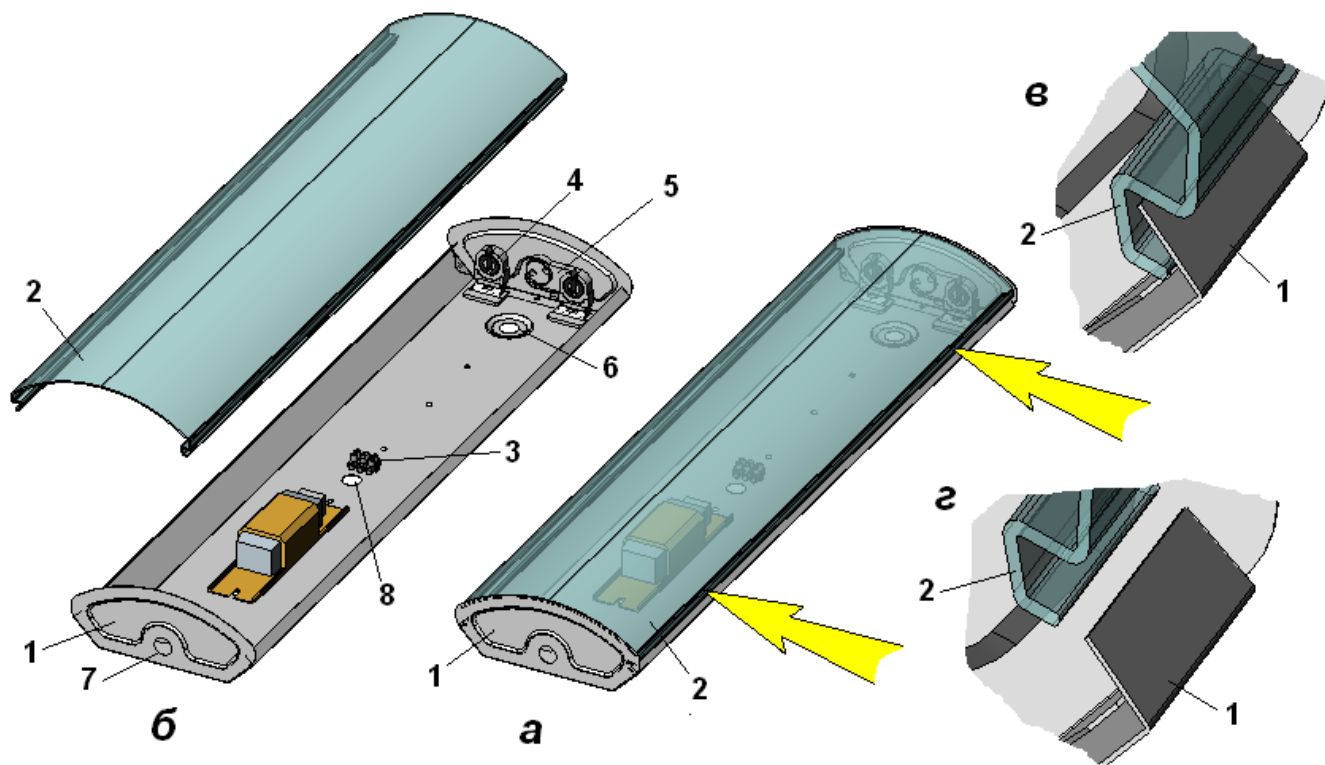

Рис.2 Светильник типа ЛПО-07
- 5.1. Светильник состоит из корпуса 1 (рис.2) и рассеивателя (плафона) 2.
6.2. Извлечь светильник из упаковки (рис. 2 а). Нажимая на край рассеивателя 2, как указано стрелками, снять рассеиватель с корпуса светильника (рис. 2 б).